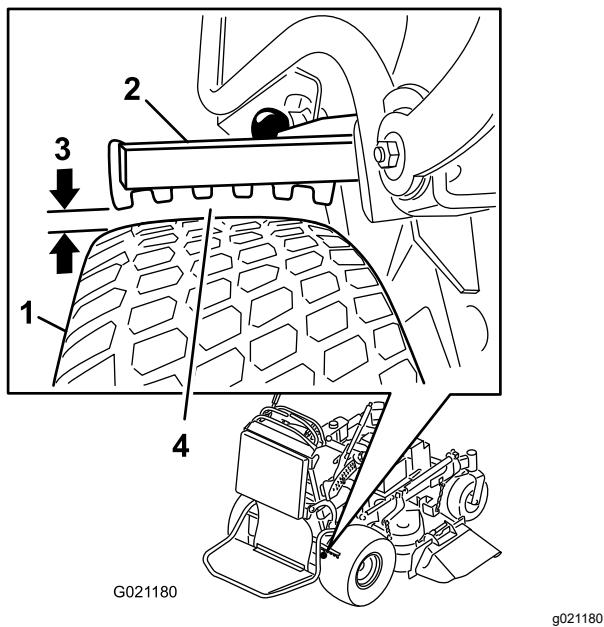

Figura 61
6. Utilizzando il lato con il gioco minore, verificate che la distanza sia compresa tra 3 e 6 mm come mostrato in Figura 61; fate riferimento a
5. Regolate la forcella (Figura 61).